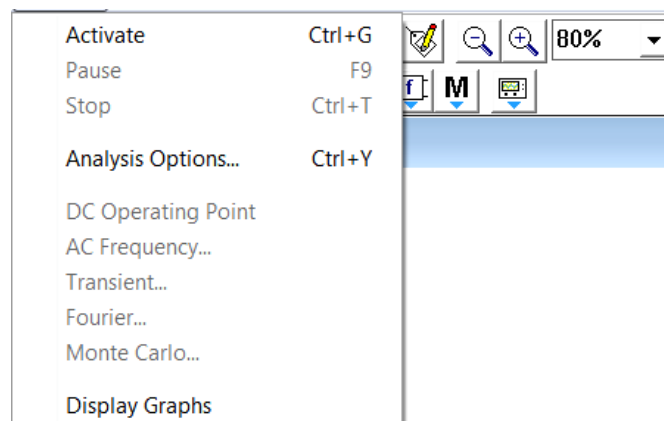
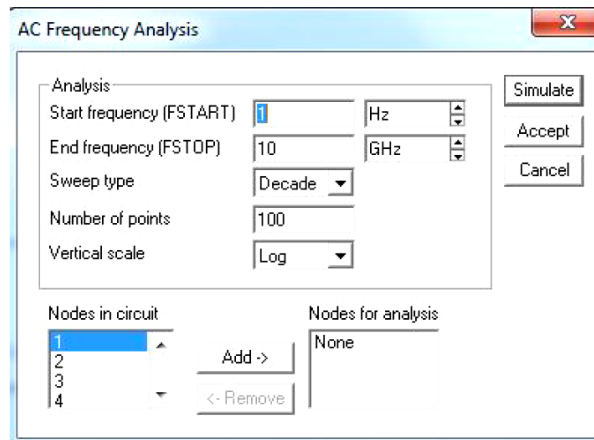
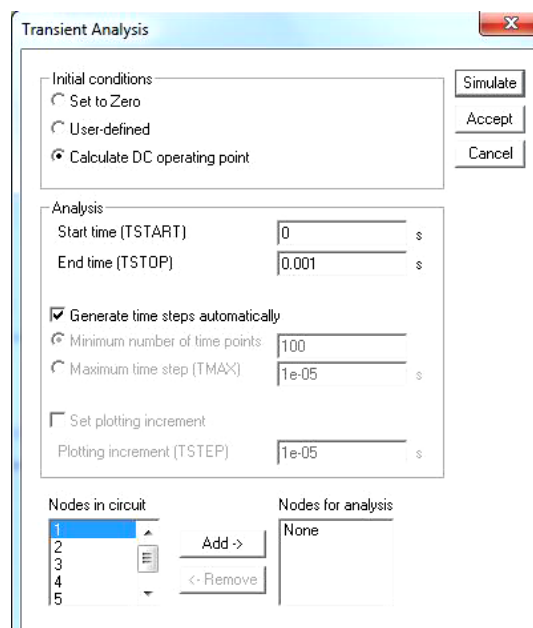
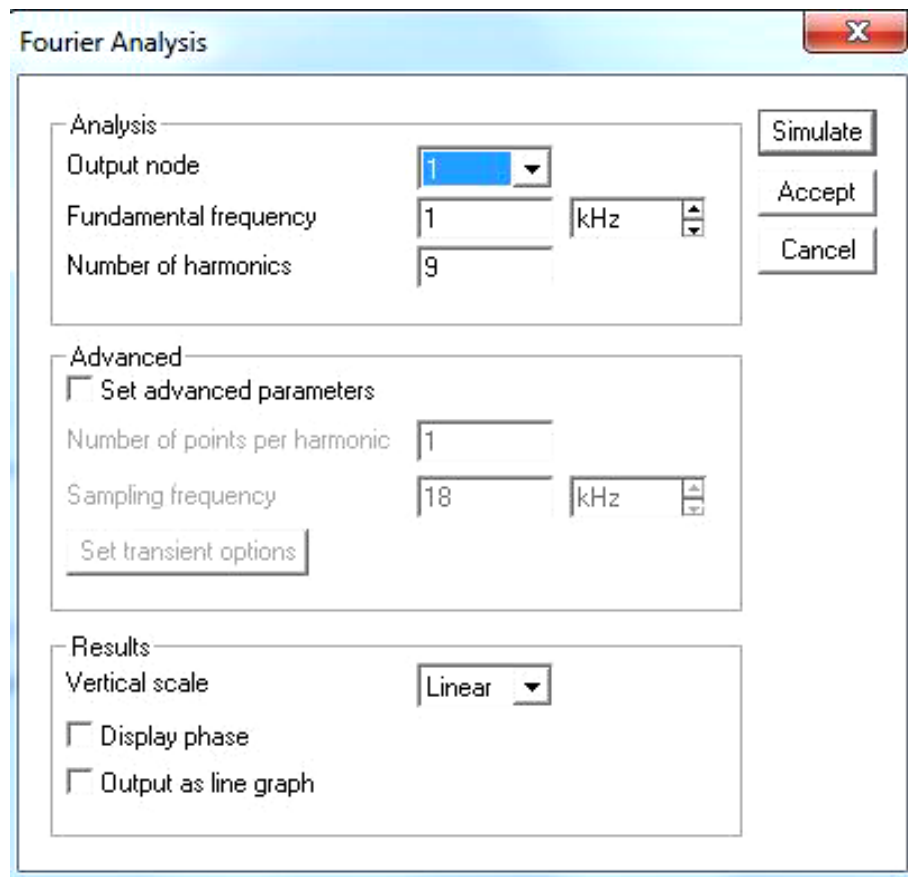

Рис. 2.13. Команди меню *Analysis*
Рис. 2.20. Діалогове вікно команди *AC Frequency*
Рис. 2.21. Діалогове вікно команди *Transient*
Рис. 2.22. Діалогове вікно команди *Fourier*
У меню *Analysis* (рис. 2.13), перші три команди є такими:
Команда *DC Operating Point* (див. рис. 2.13) дає змогу розрахувати режим за постійним струмом. У цьому режимі у схемі, яка моделюється, вимикаються всі конденсатори (обрив кола) і закорочуються всі індуктивності.
Команда *AC Frequency* (див. рис. 2.13) дає змогу розрахувати частотні характеристики. Виконання команди починається з налаштування в діалоговому вікні (рис. 2.20) таких параметрів:
Команда *Transient* (див. рис. 2.13) дає змогу розрахувати перехідні процеси. Діалогове вікно команди має такі пункти (рис. 2.21):
Команда *Fourier* (див. рис. 2.13) дає змогу провести Фур'є-аналіз. Діалогове вікно команди (рис. 2.22) має такі пункти:
Команду *Monte Carlo* (див. рис. 2.13) призначено для проведення статистичного аналізу за методом Монте-Карло (розрахунок чутливості й розкиду характеристик схеми при змінненні параметрів компонентів). У діалоговому вікні (рис. 2.23) команди задаються такі параметри:
– *Distribution type* – закон розподілу випадкової величини: рівномірний та гаусів розподіл. За командою *Display Graph* (див. рис. 2.13) викликаються на екран графіки результатів виконання однієї з команд моделювання *Analysis*. Якщо під час моделювання використано кілька команд цього меню то результати їх виконання нагромаджуються й відображаються у вікні *Analysis Graphs* (рис. 2.24) у вигляді закладок з назвами команд, які можуть переміщатися з допомогою кнопок, розташованих у правому верхньому куті вікна (рис. 2.24, б). Це дає змогу оперативно переглядати результати моделювання без його повторного проведення. Зазначимо, що виклик команди відбувається автоматично під час виконання першої ж команди з меню *Analysis*. Якщо у схемі використовується осцилограф, то після запуску моделювання й попередньо встановленої команди *Display Graph* у її вікні виникає закладка *Oscilloscope* із зображенням осцилограми.